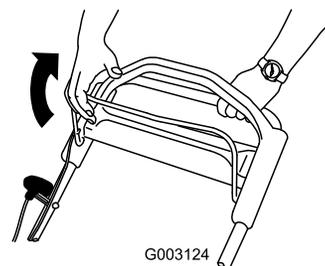

図 18
2. ブレードコントロールバーをハンドルに引き付けるように握りこむ 図 18。